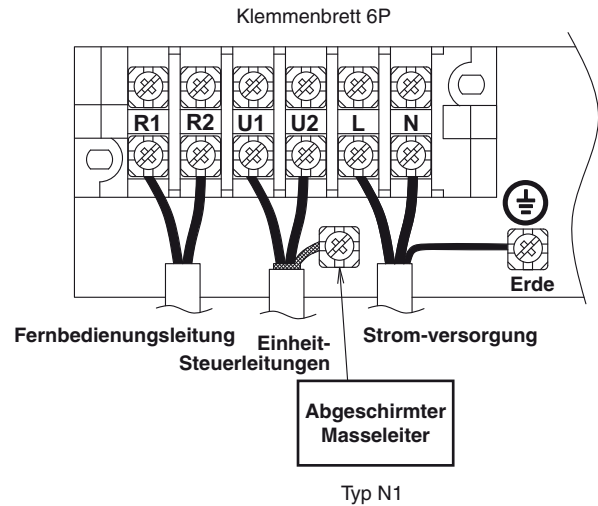

Abb. 4-2
- (1) Bezüglich Erläuterungen zu „A“, „B“, „C“, „D“ und „E“ in obigen Plänen siehe Kapitel 4-2. „Empfohlene Kabellänge und Kabelquerschnitt für das Stromversorgungssystem“.
- (2) Das grundlegende Anschlussdiagramm einer Inneneinheit zeigt typische Klemmenbretter; die in Ihrem Gerät vorhandenen Klemmenbretter können sich daher geringfügig von dieser Abbildung unterscheiden. (Abb. 4-2)
- (3) Die Adresse für den Kühlmittelkreislauf (R.C.) muss vor dem Einschalten der Stromversorgung eingegeben werden.
- (4) Bezüglich Eingabe der Adresse für den Kühlmittelkreislauf siehe mit der Fernbedienungseinheit (Sonderausstattung) gelieferte Einbauanleitung. Automatische Adresseneingabe kann über die Fernbedienungseinheit durchgeführt werden. Siehe mit der Fernbedienungseinheit (Sonderausstattung) gelieferte Einbauanleitung.